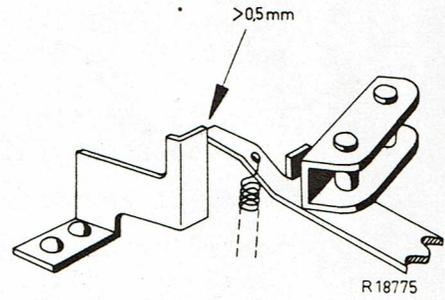

Fig.7
10. Dans la position de reproduction la roue intermédiaire doit être située 0,5 mm minimum librement de l'équerre d'arrêt sur la plaque de montage (voir la fig. 7).